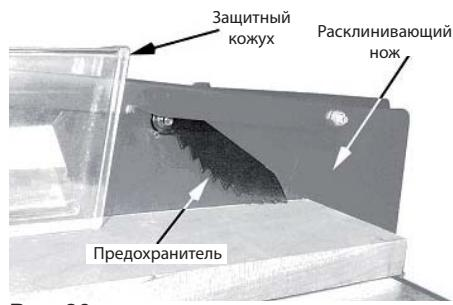

Рис. 26
- Предохранители, задерживающие обратную отдачу должны периодически проверяться, как только станок переходит в стадию эксплуатации (рис. 26).